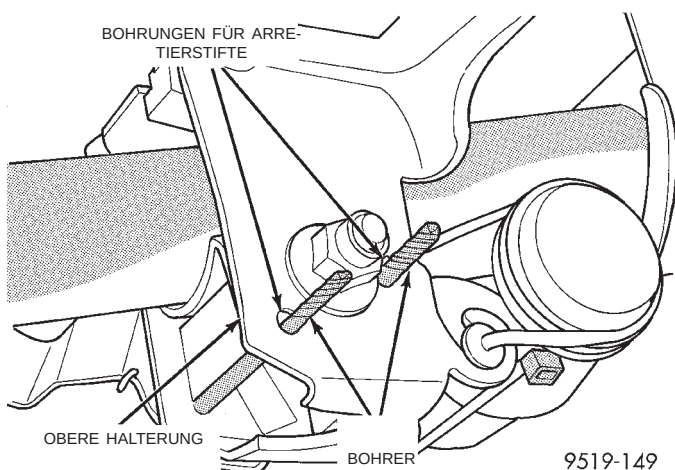

**Abb. 21 Arretierstifte in der Lenksäulenhalterung eingebaut**
(27) Die Lenksäule in die Mitte des Schwenkbereichs stellen. Der Verstellhebel muß in dieser Position vollständig eingerastet sein. Dann je einen 5/32-Zoll-Bohrer durch die beiden Bohrungen für die Arretierstifte in der oberen Lenksäulenhalterung schieben (Abb. 21).
(3) Die beiden Bohrer (Abb. 21) aus der oberen Lenksäulenhalterung entfernen. **Wenn eine neue Lenksäule eingebaut wird, den Transportsicherungsstift aus der Lenksäulenhalterung herausziehen.**